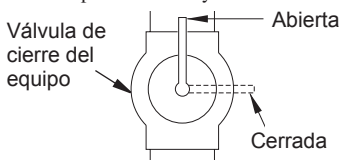

Figura 12 - Válvula de cierre del equipo
1. Cierre la válvula de cierre del equipo (consulte la figura 12, página 12).
1. Abra la válvula de cierre del equipo (consulte la figura 12).